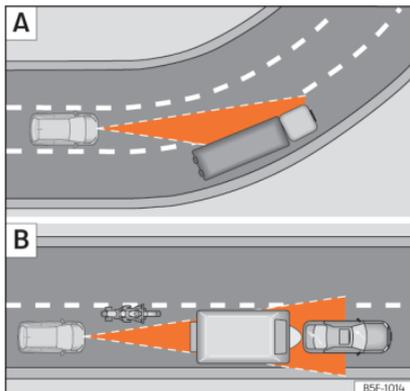

Abb. 183 **A** Fahrzeug in einer Kurve. **B** Vorausfahrender Motorradfahrer außerhalb des Erfassungsbereichs des Radarsensors.
Es ist möglich, dass die ACC das vorausfahrende Fahrzeug in der Kurve nicht erkennt oder die Entfernung mit Fahrzeugen, die sich auf anderen Fahrspuren befinden, einstellt » » **Abb. 183** **A**.
- Versetzt fahrende Fahrzeuge oder Fahrzeuge, die außerhalb des Erkennungsbereichs des Sensors fahren, z. B. Motorräder. » » **Abb. 183** **B**